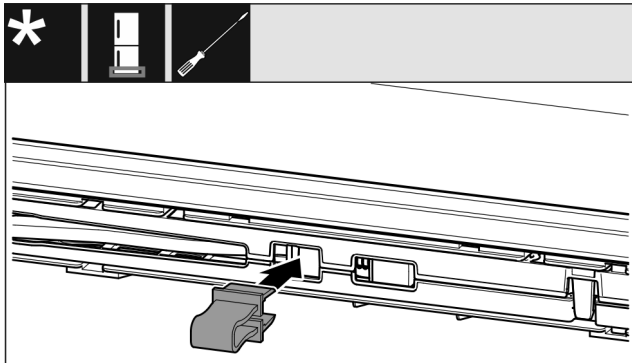

Fig. 14
- ▶ Зафиксируйте предохранитель в отверстии Fig. 14 ()